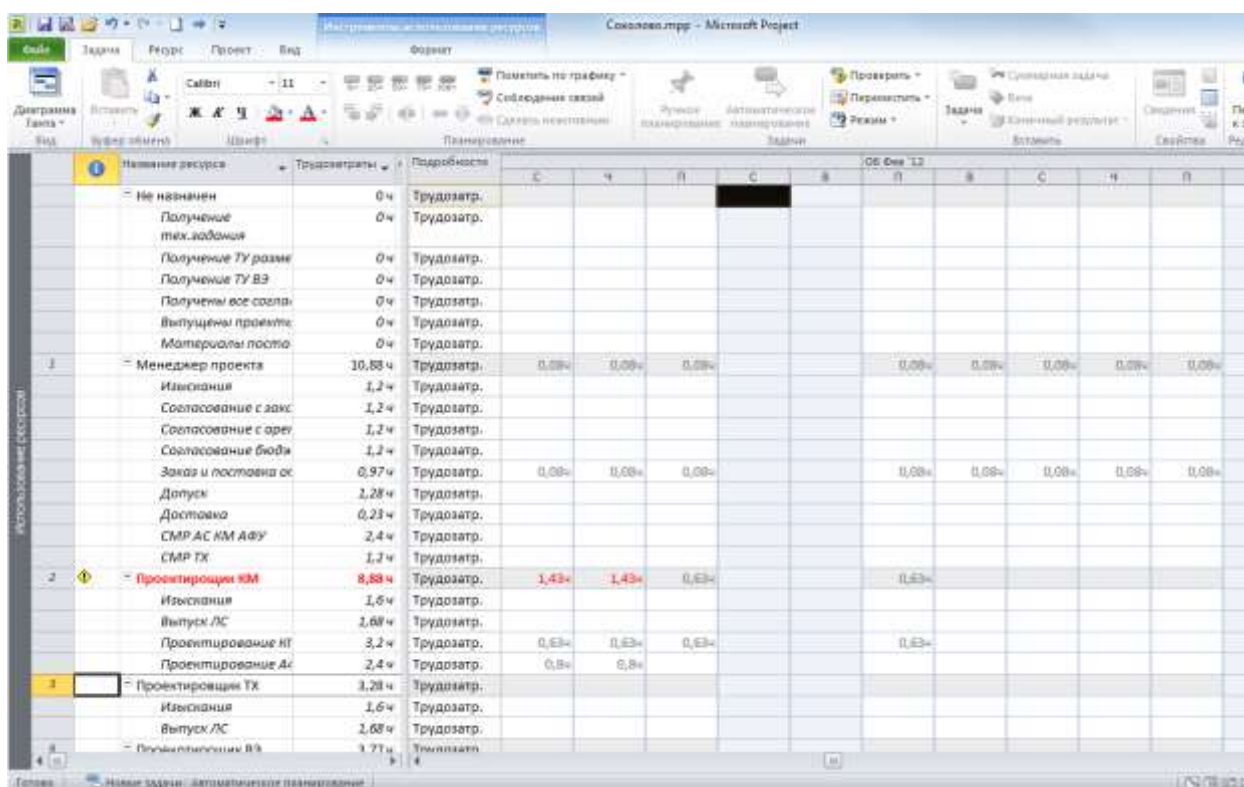

Рис. 4.4 - Представление Использование ресурсов
Представление **Использование ресурсов** показано на Рис. 4.4.
1. в левой таблице красным цветом шрифта отмечается суммарная строка перегруженного ресурса ( *Проектировщик КМ* на Рис. 4.4);